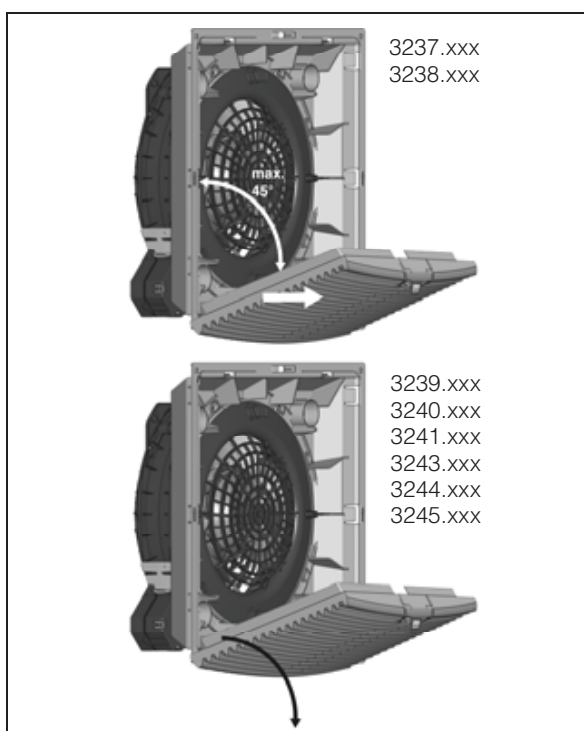

Fig. 2: Enlever la grille à lamelles
- Pour positionner les perçages inférieurs, la grille à lamelles doit être enlevée comme représenté sur la fig. 2